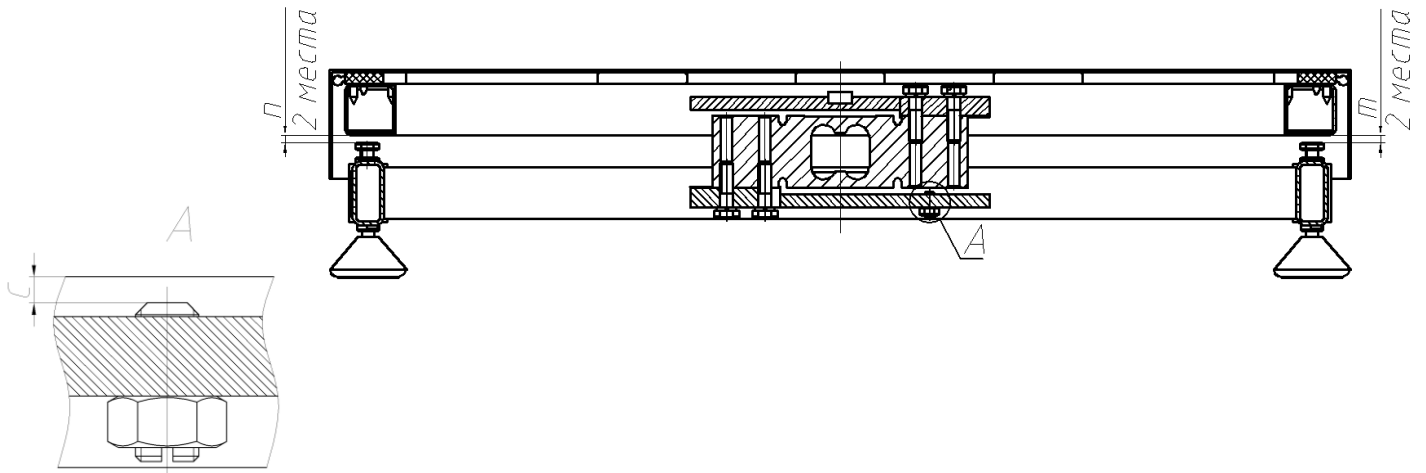

Рис. 9.3 - Модуль ТВ-М_
9.4.2 В модуле ТВ-М_ защита датчика DLC-М_ выполнена аналогичным способом с помощью упорных болтов в углах корпуса (4шт.) и винтом под датчиком DLC_М (1шт.) (Рис. 9.3). Болты и винт фиксируются гайками.
9.4.5 Поворачивая упорный винт установить величину зазоров в соответствии с требованием Рис. 9.2, Табл. 9.3, Рис. 9.3, Табл. 9.4.